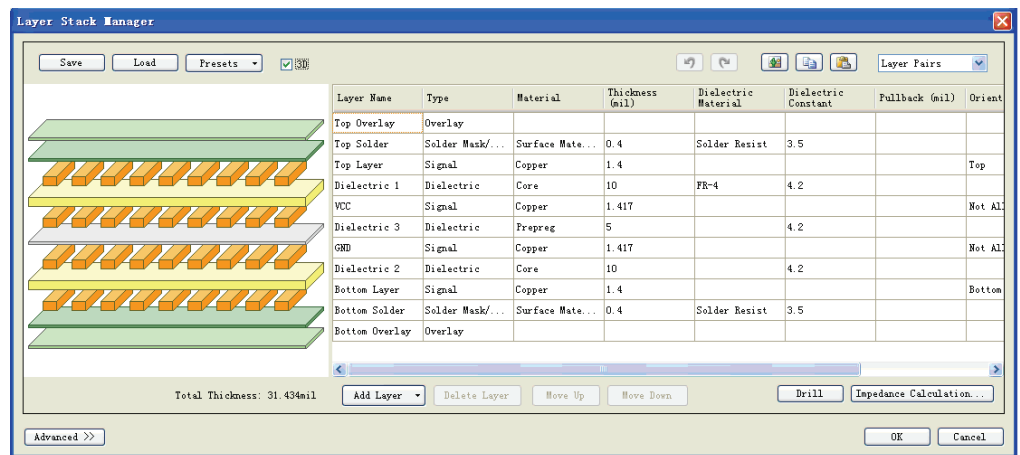
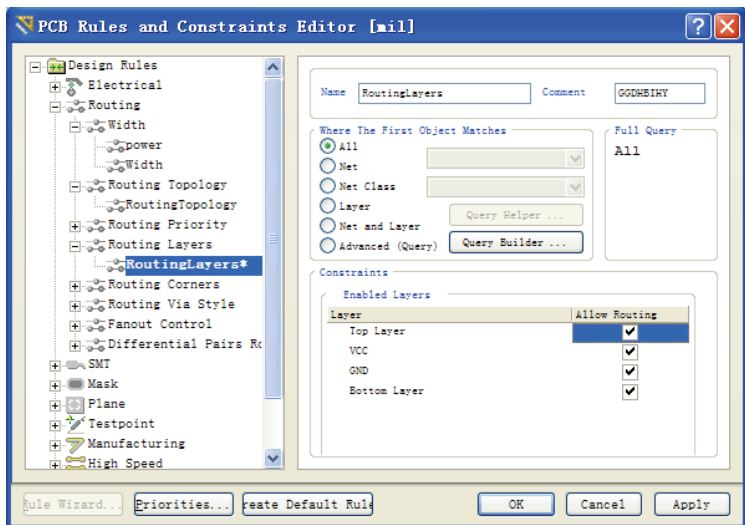

图 11-58 设置内层网络
图 11-59 四层布线设置对话框
(3) 在“Layer Name”栏，将“Signal Layer1”改为“VCC”，将“Signal Layer2”改为“GND”，如图 11-58 所示。
(4) 设置结束后，单击  按钮，关闭板层管理器对话框。
(5) 设置四层 PCB 的布线规则如图 11-59 所示。